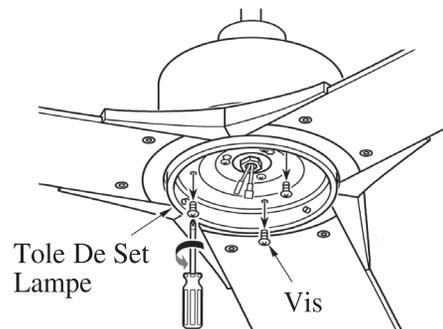

FIG.19
3. Retirez 1 des 3 vis de la plaque du kit d'éclairage et desserrez les 2 autres vis.(Voir fig.19)